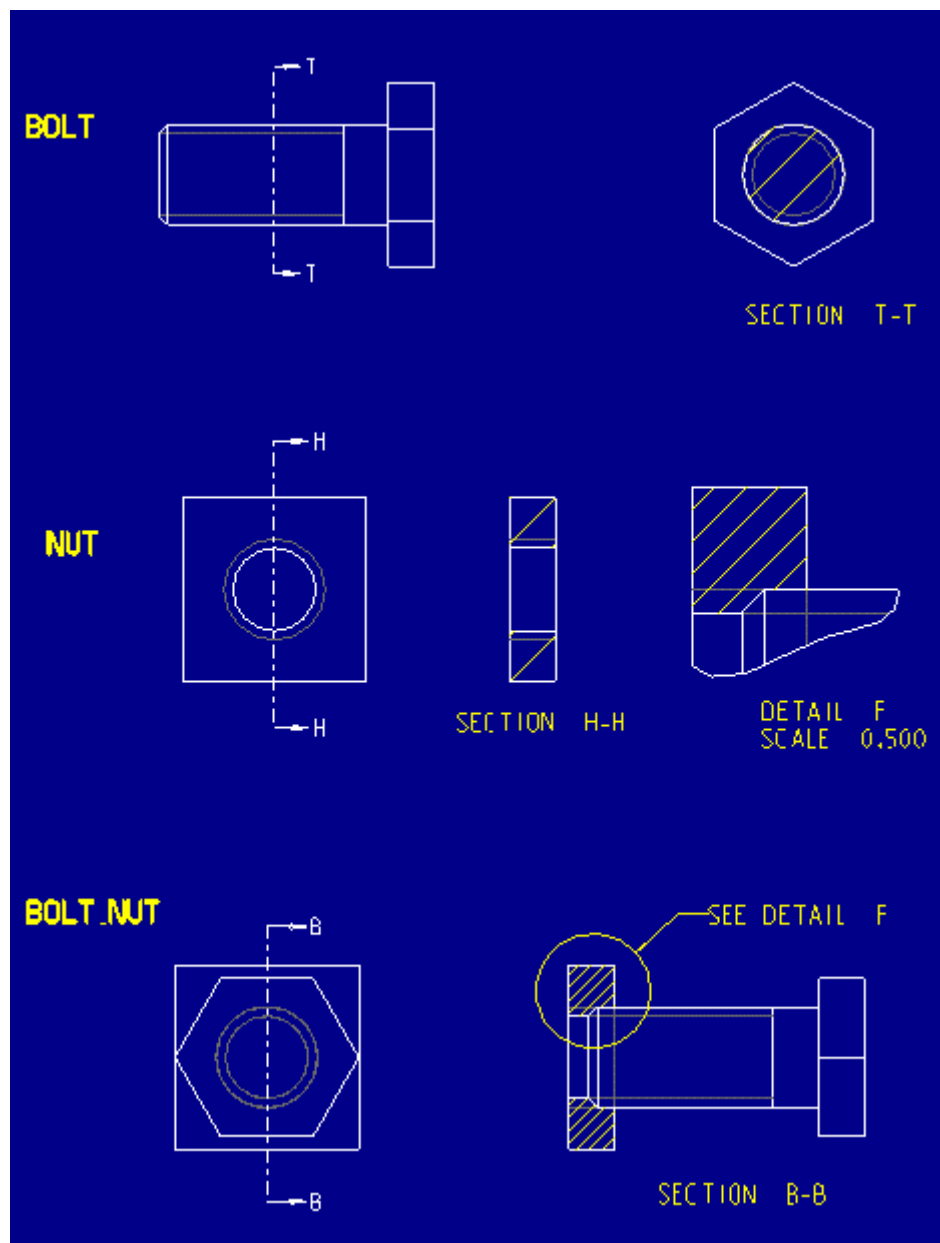
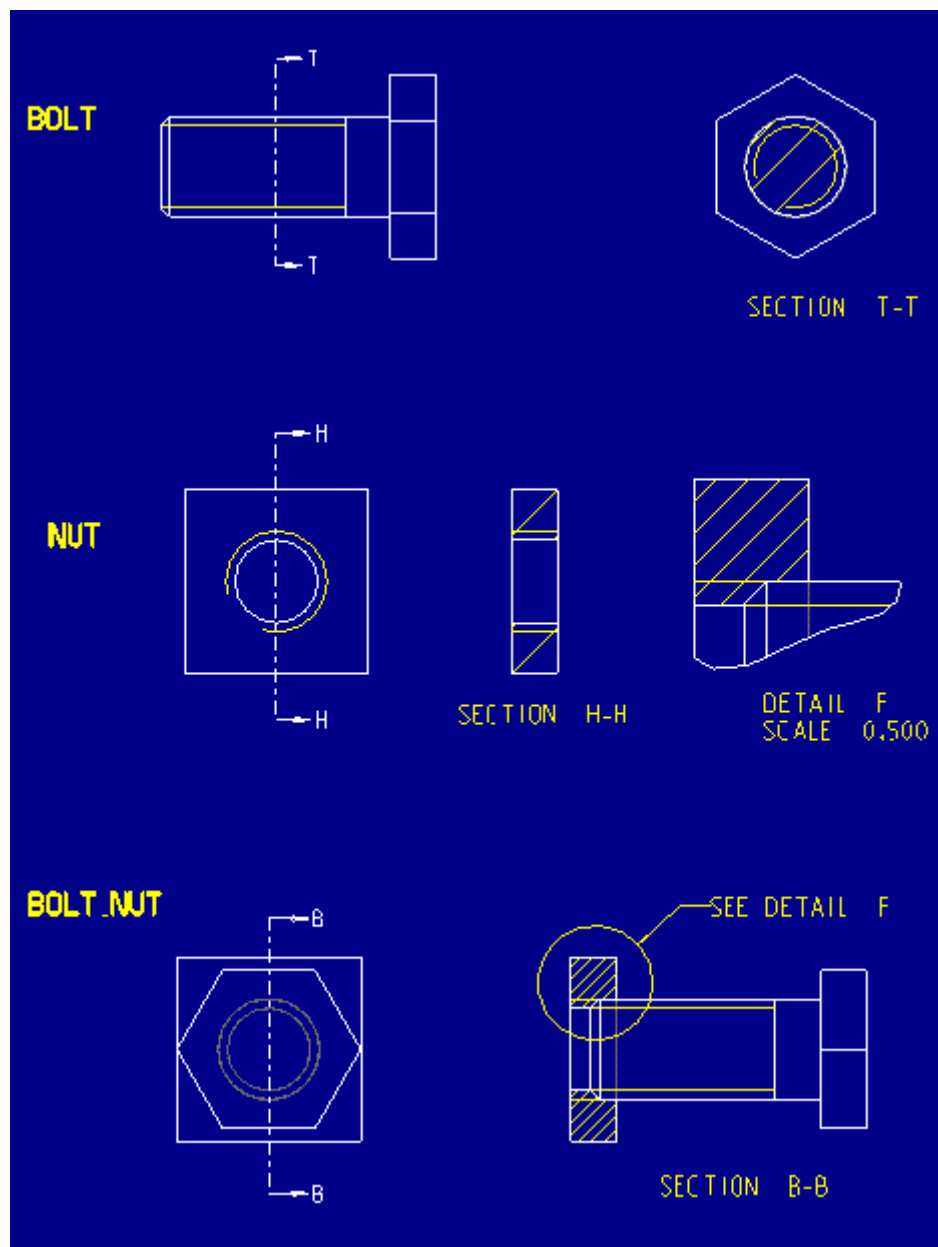

Abbildung 3a
Abbildung 3b
- Die Abbildung 3a zeigt den ANSI-Standard für Gewindelinien und Schraffuren. Der Standard schreibt vor, die externen Gewindeteile immer so anzuzeigen, dass sie die internen Gewindeteile überdecken und nicht hinter diesen verborgen liegen. Abbildung 3a verdeutlicht, dass nur ein Schraffursatz im Überlappungsbereich der Gewinde angezeigt wird, wobei diese Schraffur zu dem Teil mit den externen Gewinden gehört. Abbildung 3b zeigt die korrekte Liniendarstellung entsprechend dem ISO-Standard.